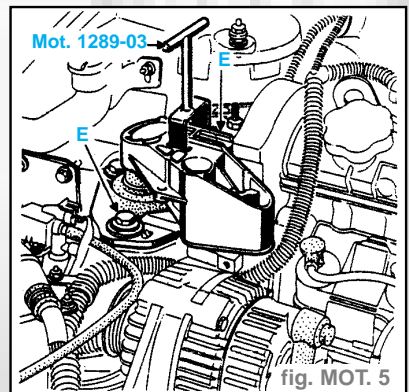

fig. MOT. 5
- Desserrer les deux vis (E) du limiteur (fig. MOT. 5).